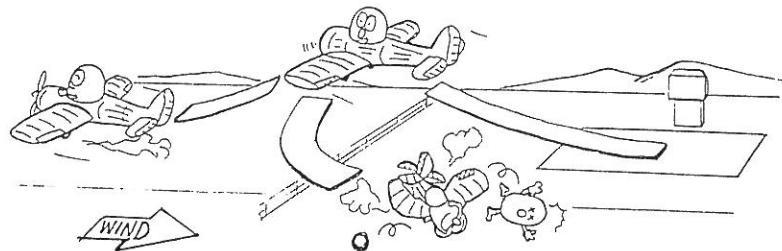

図7 引き返そうと考えると・・・
- (1) 離陸直後にエンジンが故障した場合、まだ前方に滑走路が残っていればそのまま降りられます。もう滑走路が無い場合は、原則として引き返そうと考えてはいけません。旋回中に失速するかもしれないからです。この場合は、前方で着陸場所を見付けてください（図7）。
- (2) 安全な高度について、F A Rには次のように定められています。